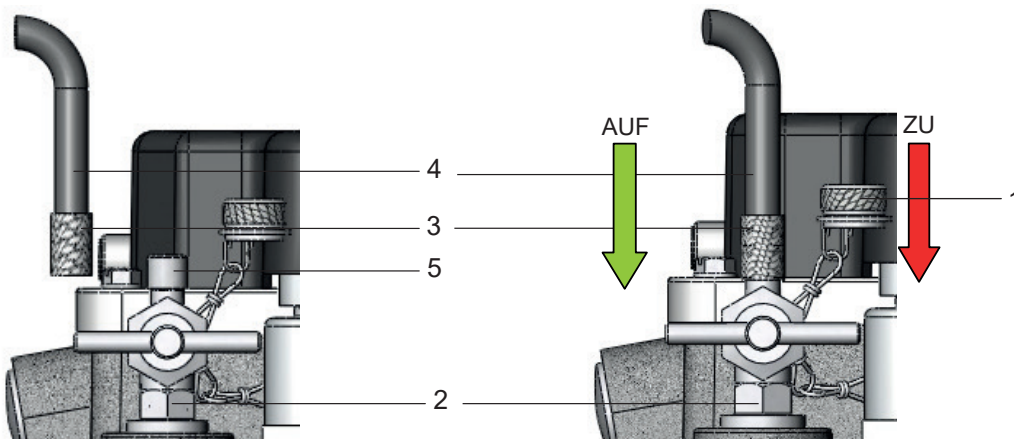

Bild 11 - Funktionsprüfung mittels Prüfpumpe
- Kleine Hutmutter (Bild 11/ Nr. 1) vom Entlüftungsventil (Bild 11/ Nr. 2) abschrauben
- Adapter (Bild 11/ Nr. 3) des Verbindungsschlauches der Prüfpumpe (Bild 11/ Nr. 4) auf Ventilstutzen (Bild 11/ Nr. 5) aufschrauben
Es ist wie folgt vorzugehen (siehe Bild 11):